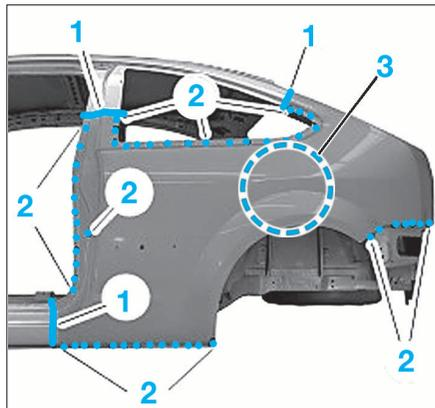

FIG. 62
- Découper selon les lignes de coupe (1) (Fig.62).
- Fraiser les points de soudure (2) (Fig.62) flèches (Fig.64).
- Chauffer la zone (3) (Fig.62) à 170° afin de décoller l'insonorisant.